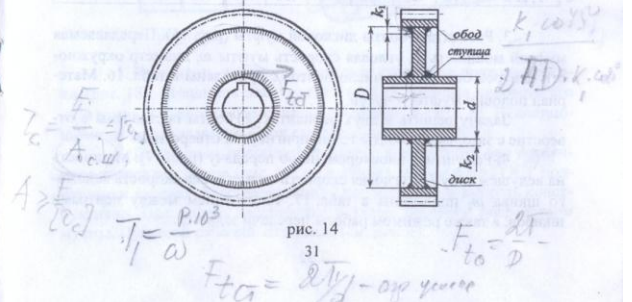

рис. 14
8. Рассчитать сварные швы, соединяющие зубчатый венец колеса с его диском и диск со ступицей (рис. 14). Передаваемая зубчатым колесом мощность P , угловая скорость его ω и диаметры D и d приведены в табл. 14. Материал обода и ступицы – сталь 40, материал диска – сталь 15. Типом электрода и методом сварки задаться.